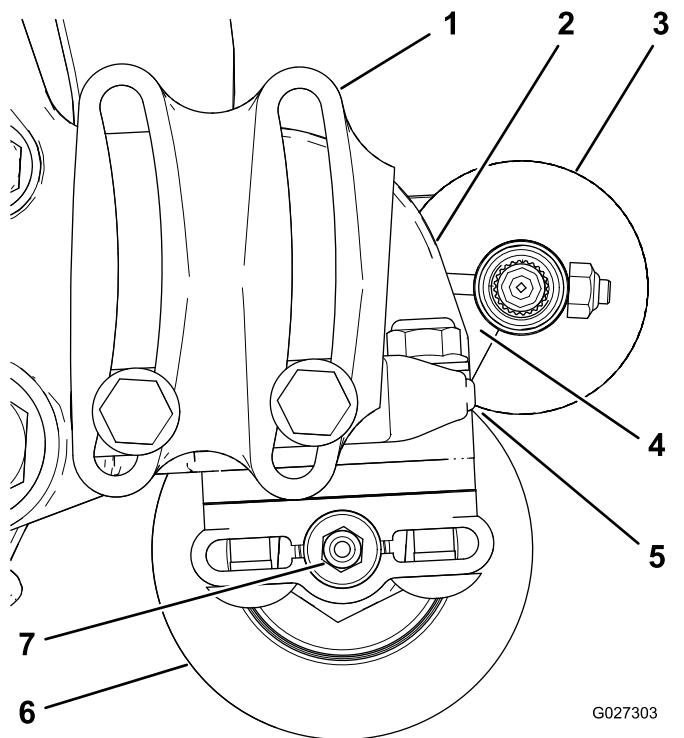

Figura 12
2. Posizionate la spazzola per rullo in modo che tocchi o appoggi appena sul rullo posteriore (Figura 12).